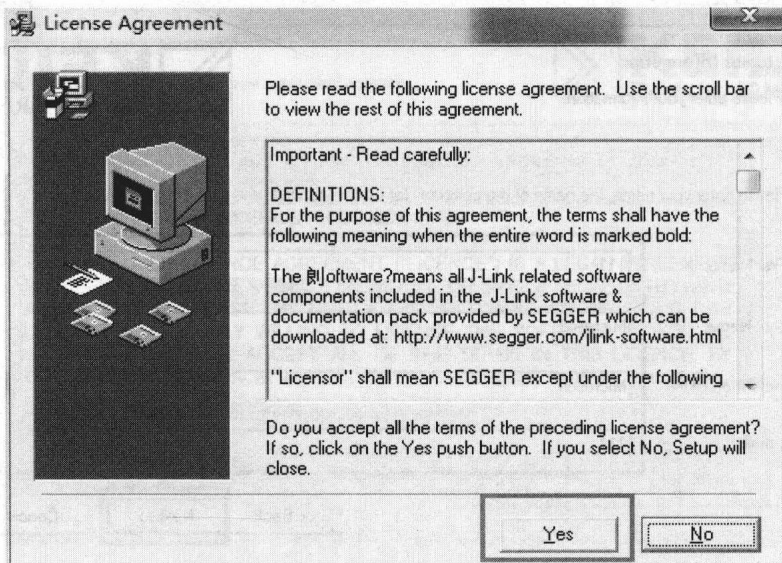

图 1.3-6
(1) 运行 Setup_JLinkARM_V474b，弹出协议对话框，点击“Yes”按钮，如图 1.3-6 所示。